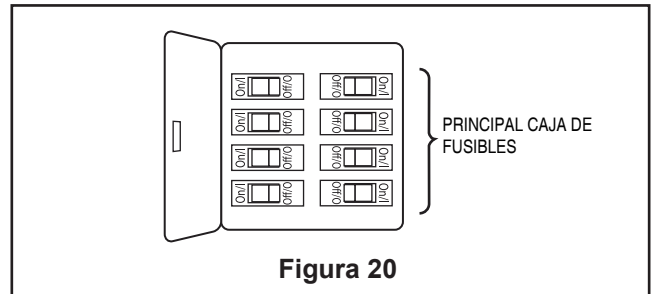

Figura 20
- ☐ 1. Restaure la fuente de alimentación de la toma de corriente enciando la electricidad del fusible principal. (Figura 20)